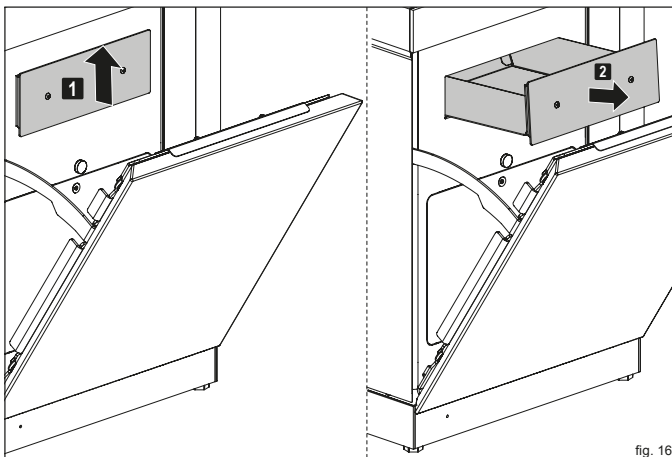

fig. 16
- ▶ **Estrarre dall'apertura il cassetto di raccolta della cenere presente sul coperchio (fig. 16).**
- **Estrarre dall'apertura il cassetto di raccolta della cenere presente sul coperchio (fig. 16).**
- **Spingere il cassetto di raccolta della cenere di nuovo nell'apertura (fig. 16).**